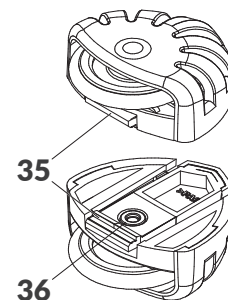

Рис. 7.
1. Нажмите на зацеп **35** верхнего ролика (см. **Рис. 7**) в сторону колесика ролика и сдвиньте ролик с направляющей корпуса принтера в направлении пластины с соплами. Нижний ролик **3** оставьте на месте.
1. Нажмите зацеп **35** верхнего ролика (см. **Рис. 7 на странице 22**) в сторону колесика ролика и сдвиньте ролик с направляющей корпуса принтера в направлении пластины с соплами.
1. Нажмите на зацеп **35** верхнего ролика (см. **Рис. 7 на странице 22**) в сторону колесика ролика и сдвиньте ролик с направляющей корпуса принтера в направлении пластины с соплами. Подобным способом снимите нижний ролик **3**.